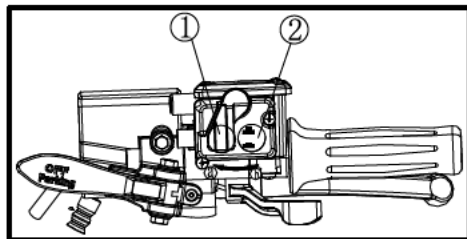

Рис.1 Флажок ① в положении ③
Переключатель "2WD" (2 ведущих колеса) / "4WD" (4 ведущих колеса) Рис.1 поз.②